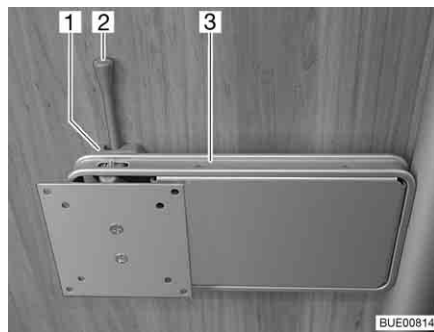
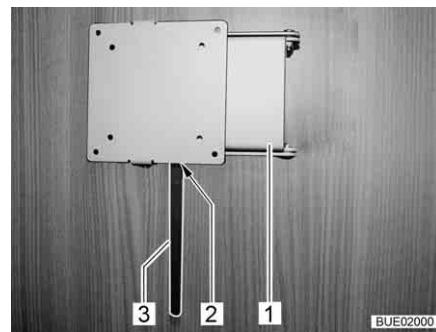

Fig. 52 Supporto su colonna
Fig. 53 Supporto su colonna (alternativa)
- Spingere di lato la leva di sbloccaggio (Fig. 52,2 o Fig. 53,3) e ruotare il supporto (Fig. 52,3 o Fig. 53,1) con lo schermo piatto nella posizione desiderata.
- Riportare indietro lo schermo piatto finché il supporto (Fig. 52,3 o Fig. 53,1) si innesta nel bloccaggio (Fig. 52,1 o Fig. 53,2).